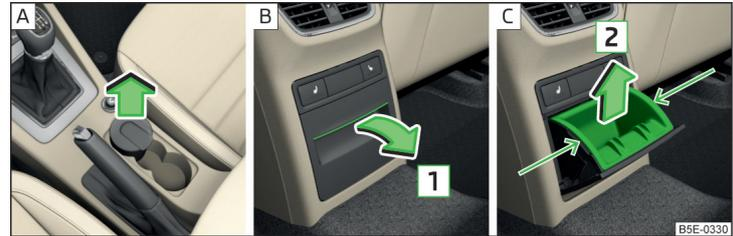

Abb. 89 Aschenbecher vorn herausnehmen / Aschenbecher hinten öffnen / Aschenbechereinsatz hinten herausnehmen
- Den Aschenbecher in Pfeilrichtung herausnehmen » Abb. 89 - **A**.
- Am Oberteil der Vertiefung ziehen und den Aschenbecher in Pfeilrichtung **1** aufklappen » Abb. 89 - **B**.
- Den Einsatz im mit Pfeilen gekennzeichneten Bereich fassen und in Pfeilrichtung **2** herausnehmen » Abb. 89 - **C**.